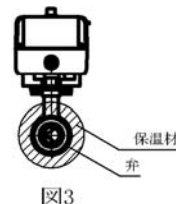

図3
- アクチュエータの保温は、結露防止などの場合以外は避けてください。また、流体が50℃以上の温水あるいはスチームの場合は、保温材を巻き、弁および配管からの輻射熱を防止してください。（図3）